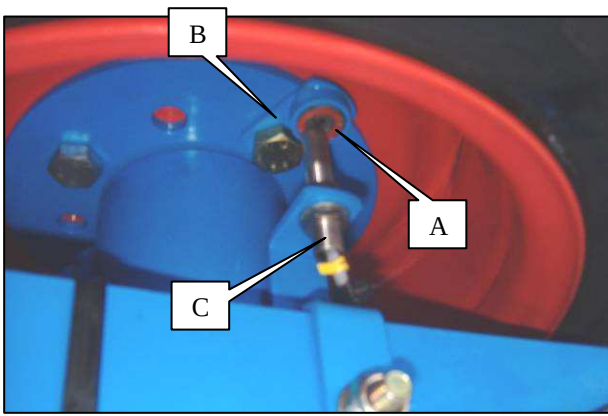

Fig. 1
c) Montaggio su seminatrice NC (Fig.1)
- Positionner les deux aimants A sur leurs supports B (Fig.1), la face rouge de l'aimant doit être positionnée face au capteur de roue C, puis fixer les deux supports sur la roue en les **positionnant à 180° l'une de l'autre** par rapport au centre de la roue.